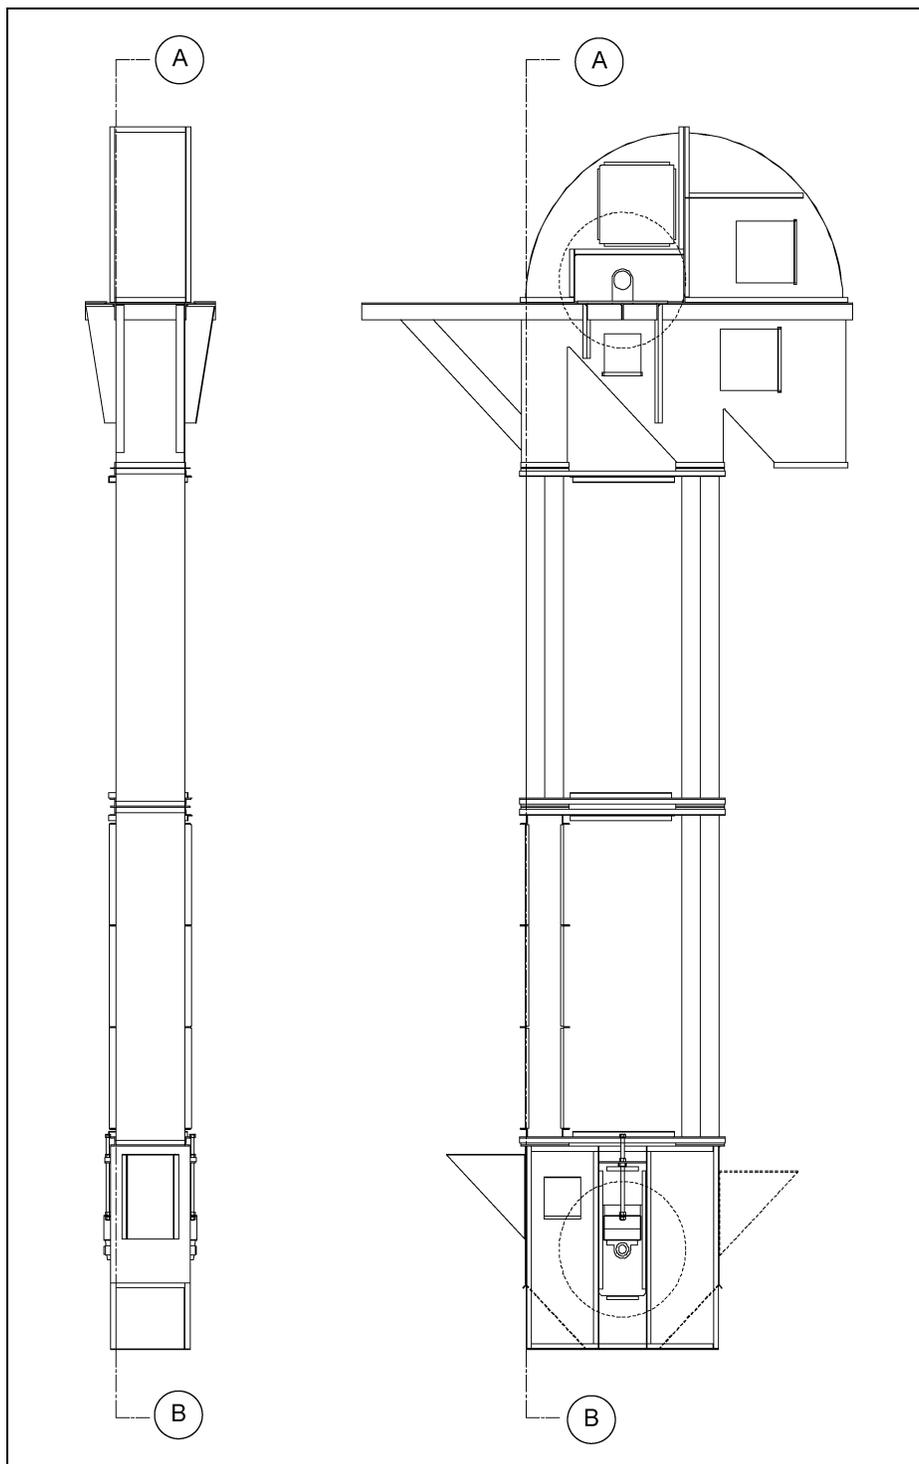

Рисунок 9А Допуск для вертикального положения
Для обеспечения надлежащего вертикального положения ковшового элеватора установите два (2) кабелепровода (по одному в каждом направлении). Установленные допуски при монтаже элеватора см. в Рисунок 9А.